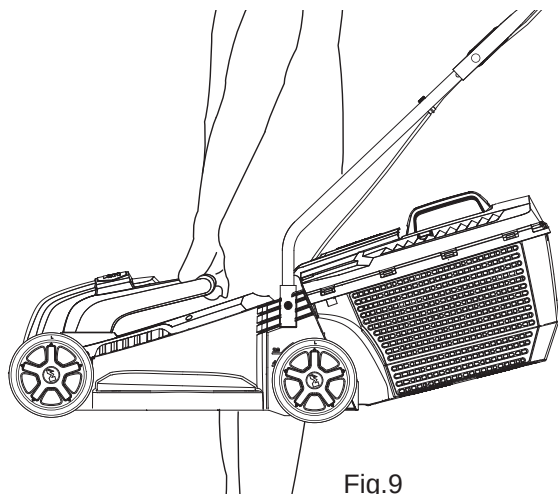

Fig.9
- > La poignée de transport vous permet de soulever l'appareil pour le monter sur un terrain plus élevé ou en haut d'un escalier (Fig.9).